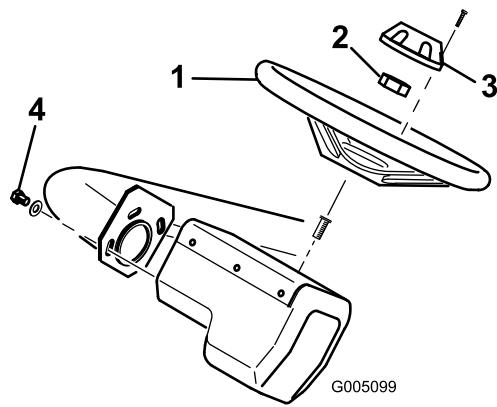

Bild 7
1. Schieben Sie das Lenkrad auf die Lenkrolle und befestigen Sie es mit der Klemmmutter (Bild 7). Ziehen Sie es mit 43 Nm an.
2. Montieren Sie den Deckel mit der Schraube am Lenkrad (Bild 7).
Hinweis: Das Lenkrad kann für den Bedienerkomfort nach vorne oder hinten verstellt werden. Lösen Sie die drei Befestigungsschrauben, drehen Sie das Lenkrad auf die gewünschte Betriebsstellung und ziehen Sie die Schrauben fest (Bild 7).